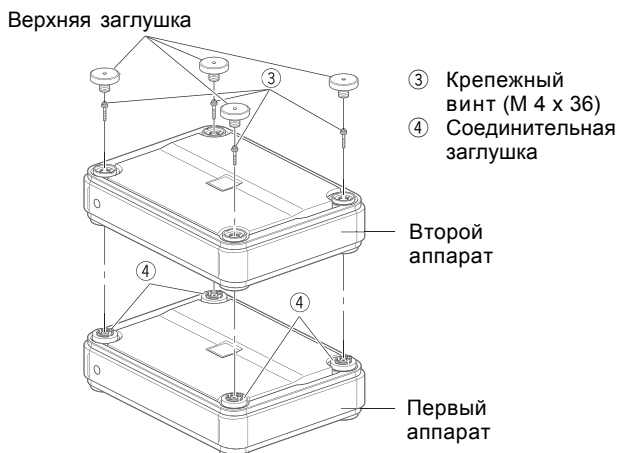

Рис. 4
- Для соединения двух усилителей вставьте четыре крепежных винта (М 4 x 36*, прилагаются) через верхнюю панель второго усилителя в четыре соединительных заглушки нижнего усилителя (см. рис. 4).